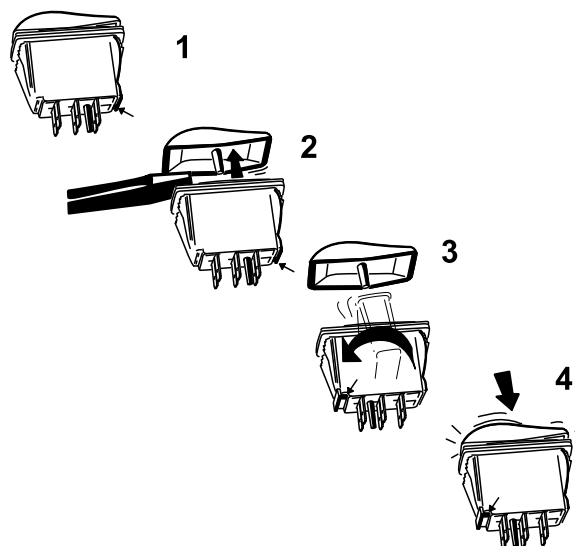

Figure 22
des interrupteurs à bascule pour les séparer du corps des interrupteurs (Figure 22).
- C. Maintenez le couvercle de l'interrupteur en position, pivotez le corps de l'interrupteur à 180 degrés pour placer l'encoche du connecteur dans le coin avant gauche (Figure 22).
- D. Enfoncez les couvercles sur le corps des interrupteurs dans le nouveau sens jusqu'à ce qu'ils s'enclenchent en place (Figure 22).